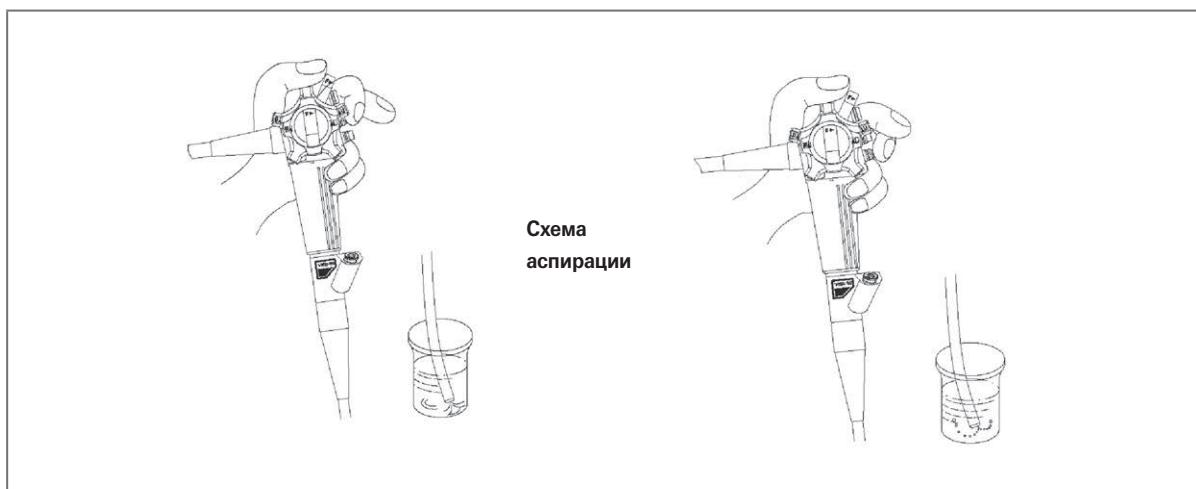

Рис. 3.4
- Подсоедините гибкую аспирационную трубку источника вакуума к коннектору аспирации коннектора световода на эндоскопе. Включите питание источника вакуума, затем поместите дистальный конец эндоскопа в воду и регулируйте аспирацию клапаном аспирации на эндоскопе. (см. рисунок 3.4)
- Включите воздушный насос, клапаном воздуха/воды регулируйте подачу воздуха/воды и убедитесь в правильной работе системы. (См. рис. 3.4 (справа))